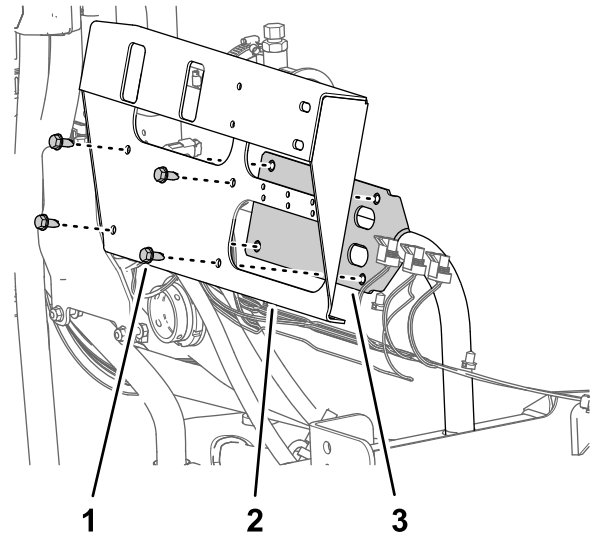

Figura 73
3. Retire los 4 tornillos con arandela prensada ($\frac{5}{16}$ " x $\frac{3}{4}$ " que sujetan el panel de las válvulas de sección del soporte de las válvulas, y retire el panel de las válvulas de la máquina (Figura 73).